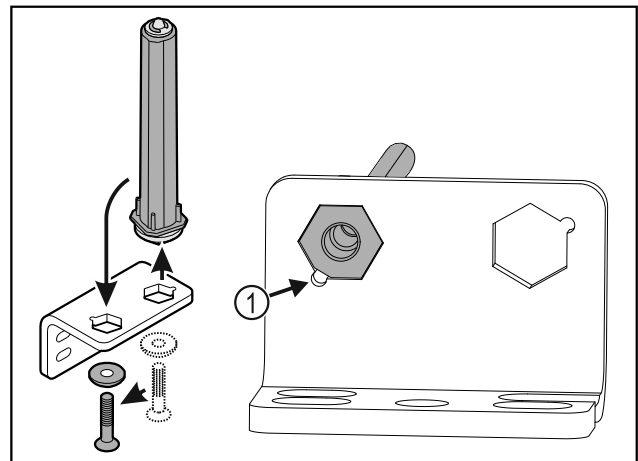

Fig. 24
- Lors de l'insertion de l'axe, veiller à ce que son chanfrein Fig. 24 (1) soit du côté du trou rond.